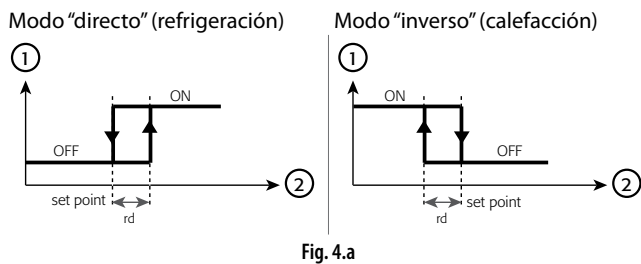

Fig. 4.a
- r3=0: directo con desescarche. Permite demandar la activación del compresor cuando la temperatura medida por la sonda 1 se eleva por encima del punto de consigna. Este modo también incluye el desescarche (también llamado "modo refrigeración", ver Fig. 4.a)
- r3=1: directo sin desescarche (Fig. 4.a)
- r3=2: inverso sin desescarche (Fig. 4.a). Permite demandar la activación del compresor cuando la temperatura medida por la sonda 1 desciende por debajo del punto de consigna. Este modo NO incluye el desescarche (también llamado "modo calefacción", ver Fig. 4.a).